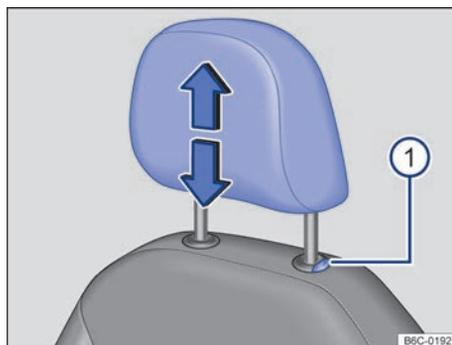
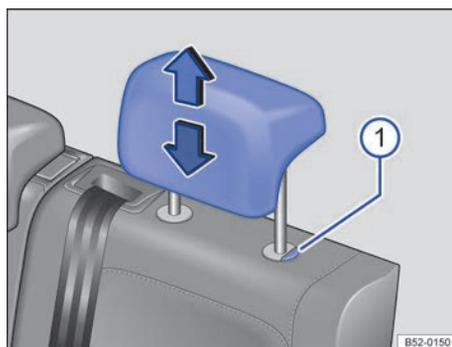

Fig. 65 Apoio para cabeça dianteiro: ajustar.
Fig. 66 Apoio para cabeça traseiros: ajustar.
- Deslocar o apoio para cabeça para cima ou para baixo na direção da seta com o botão → Fig. 65 ⓘ ou → Fig. 66 ⓘ pressionado → ⚠️ em *Introdução ao tema* na página 83.